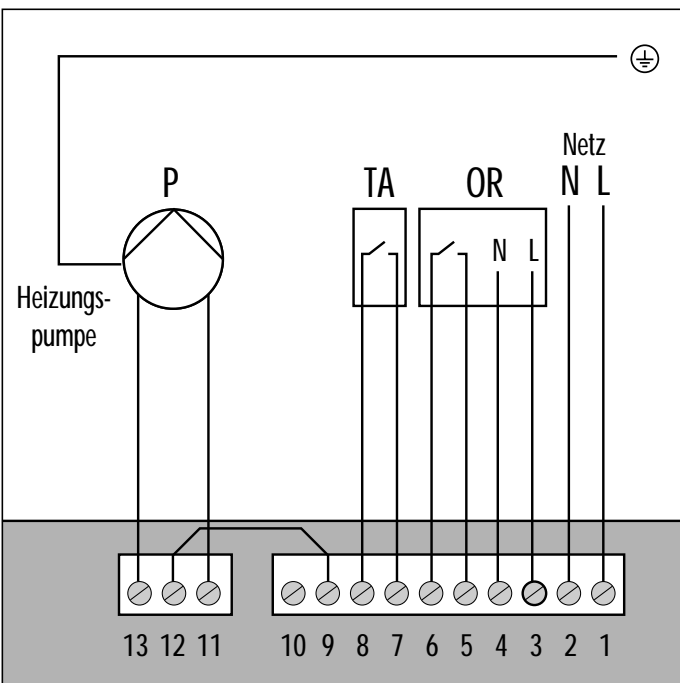

Abb. 4.6 Anschlußklemmleiste
- Sie können eine Zeitschaltuhr an den Klemmen 3 bis 6 entsprechend Abb. 4.6 verdrahten.